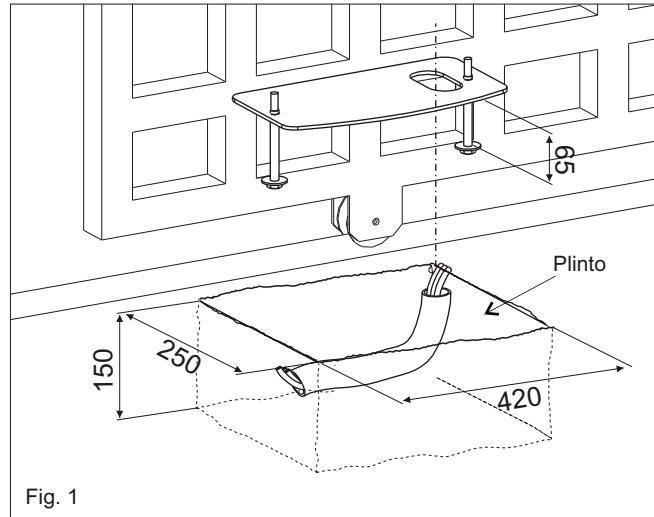

Fig. 1
1. Disponer en base a las medidas que estan en la Fig. 1 una plataforma de cemento al interno en la cual sera pegada la placa de fundacion y las tuercas de fundacion.
NB: Es oportuno, cuando la estructura de la cancela lo permita, levantar la placa del nivel del piso de al menos 50 mm para evitar eventuales estancamientos de agua (Fig. 1).